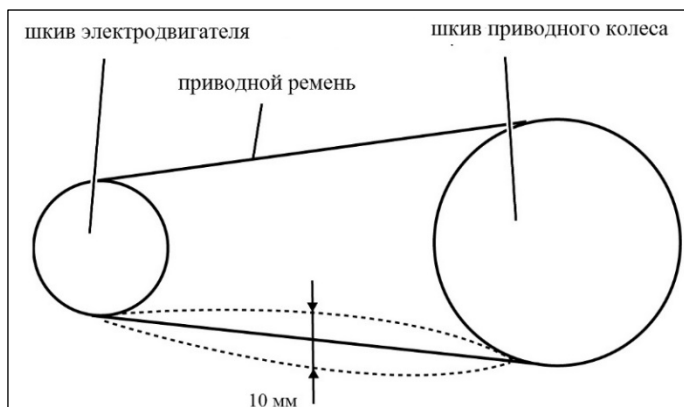

Рисунок 18.
- При нажатии посередине между шкивами приводной ремень должен прогнуться примерно 10 мм (рис. 18).